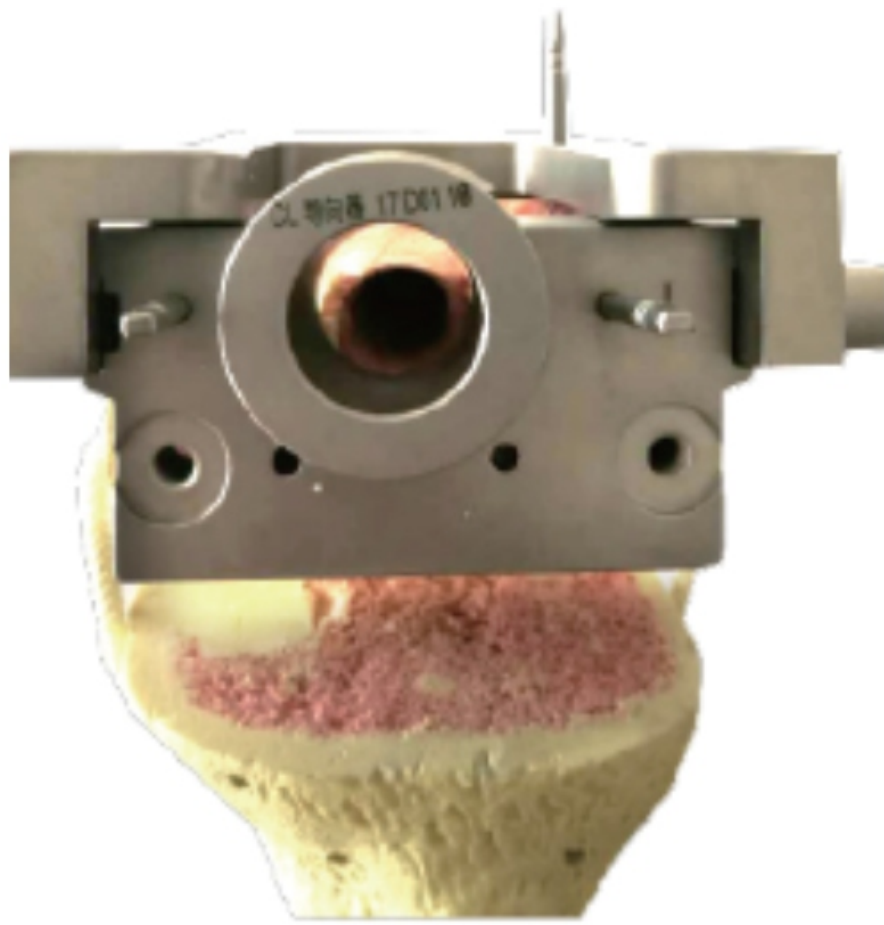
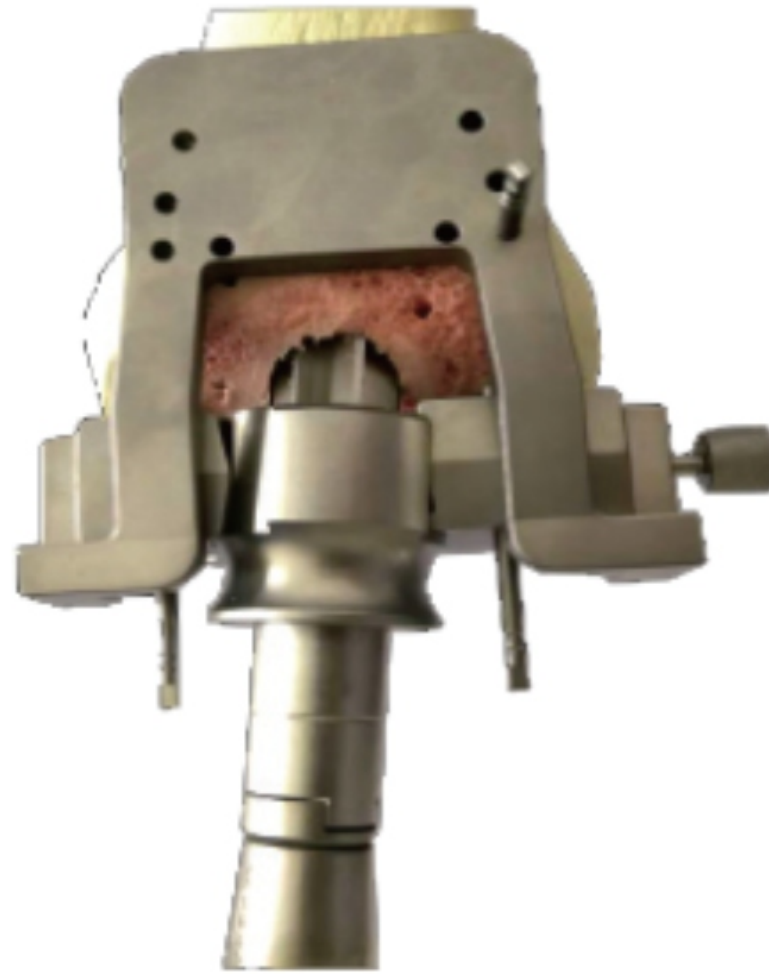

FIG. 18: GUÍA INTRAMEDULAR FEMORAL
FIG. 19: FRESADO DE LÍMITE FEMORAL
f. Tras ajustar el ángulo excéntrico, retire la guía excéntrica, instale la guía intramedular femoral (Fig. 18) y frese con la fresa de límite femoral (Fig. 19).